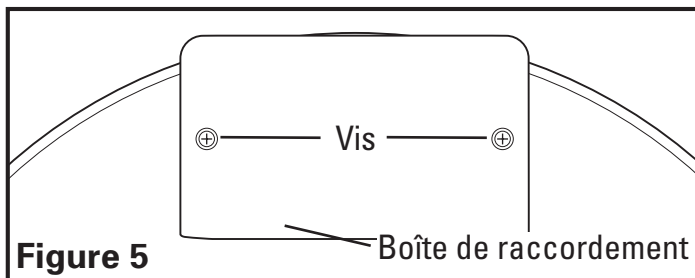

Figure 5
1. Enlever les vis qui fixent la plaque de couvercle de la boîte de raccordement située sur le côté du ventilateur. Toutes les connexions du moteur du ventilateur sont pré-filées à un terminal de raccordement électrique. Un serre câble de type romex de 97 mm sera requis pour fixer le câblage au travers de l'alvéole défonçable fournie sur le côté de la boîte de raccordement (Figure 5).